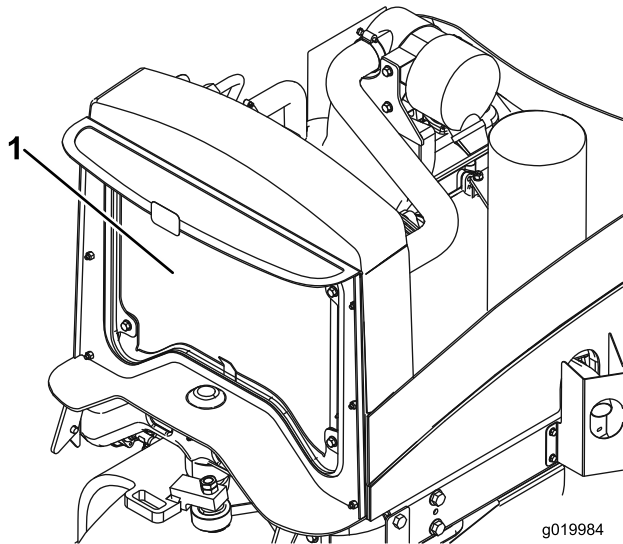

図 57
2. オイルクーラ/ラジエーターの裏表を、水または圧縮空気ですっきりと清掃する図 57。